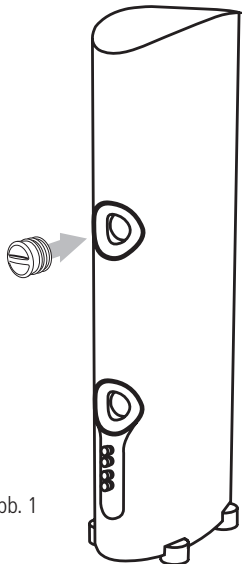

Figure 1 / Figura 1 / Abb. 1
### (EN) Port Cover (Figure 1)
### (FR) Couvercle d'évent (Figure 1)
### DE Port-Abdeckung (Abb. 1)